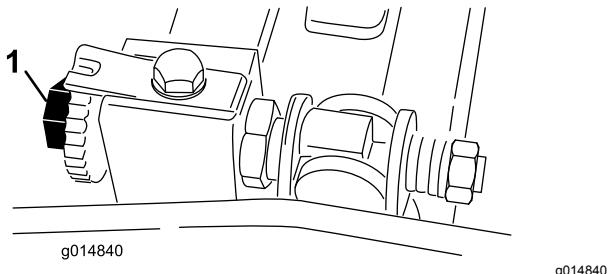

Figura 47
- Rode o cilindro de forma a que a lâmina cruze a extremidade da lâmina de corte entre a primeira e segunda cabeça dos parafusos do lado direito da unidade de corte (Figura 47).
- Rode o parafuso de ajuste da barra de apoio direita até sentir uma leve pressão (ou seja, arrastamento) no calço deslizando-o de um lado para o outro (Figura 47).